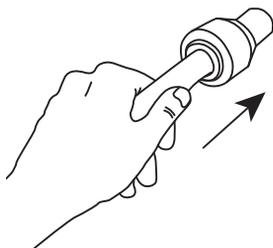

Рис. 1
- Вставьте трубку до упора в соединительный фитинг с небольшим усилием (Рис. 1).